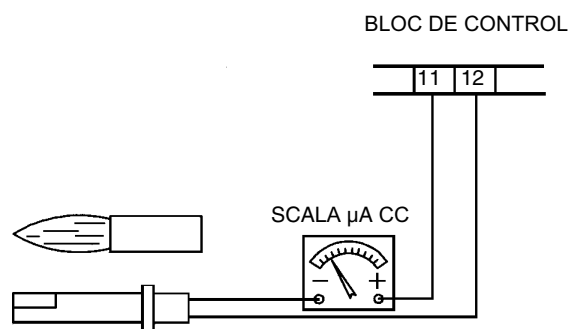

Fig. 24
- Examinați și curățați cu grijă fotorezistența de detectare a flăcării și înlocuiți-o dacă este necesar. Dacă aveți dubii, verificați circuitul de detecție după prima repornire a arzătorului , urmând procedura ilustrată în Fig. 24.
Pentru a măsura semnalul de detecție, urmați schema din Fig. 24. Dacă semnalul nu este în gama admisibilă, verificați contactele electrice, curățați capul de ardere, poziția fotorezistenței și dacă este necesar înlocuiți-o.